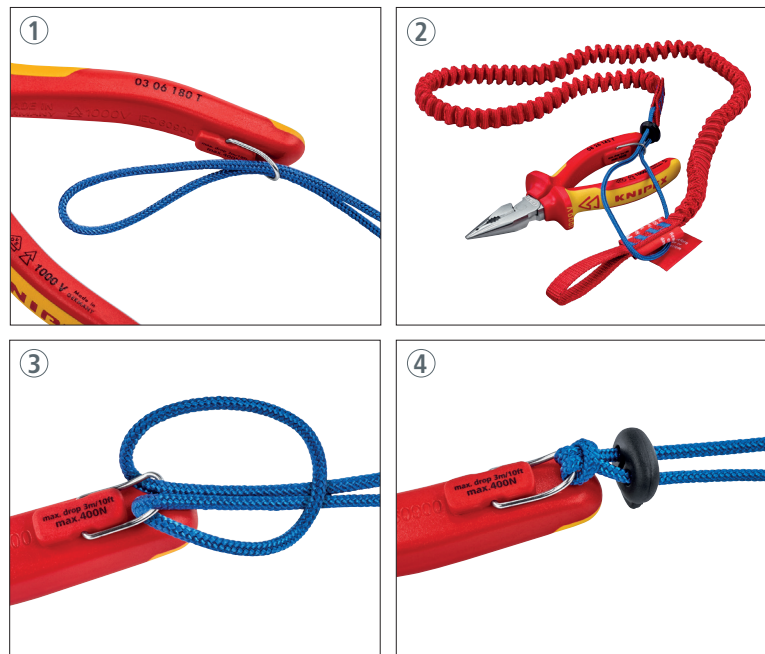

Abb. 6: Anbindung mittels Schleife
- KNIPEX Werkzeuge mit einem Sicherungspunkt sollten über eine Schleife (Abb. 6) befestigt werden.
Das andere Ende der Fangleine mittels Schleife oder Karabiner an einem angemessenen und zuverlässigen Befestigungspunkt für die Werkzeugsicherung befestigen (siehe Kapitel 4.1.1, Abb. 6, und 4.1.2).